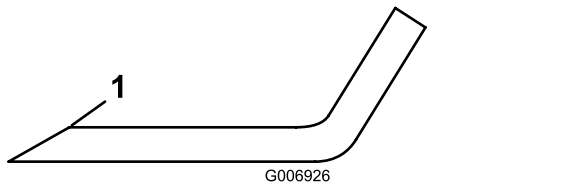

**Bild 73**
3. Prüfen Sie die Schnittkanten des Messers sorgfältig, insbesondere dort, wo die geraden Flächen die gebogenen berühren (Bild 73).